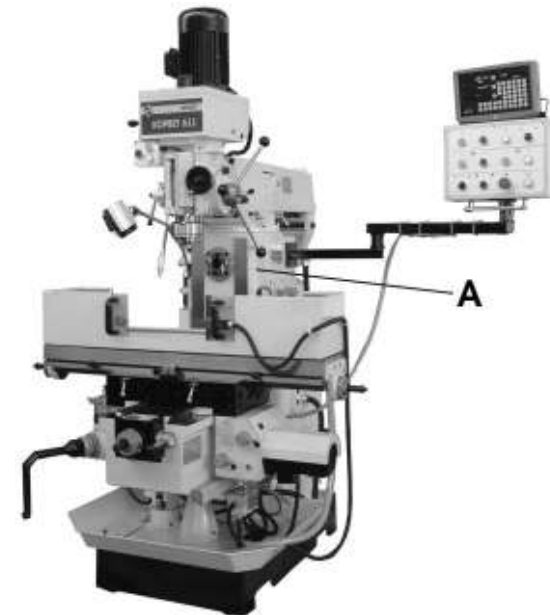

Рис. 1
3. КОМПЛЕКТНОСТЬ СТАНКА (Рис. 1, 2)